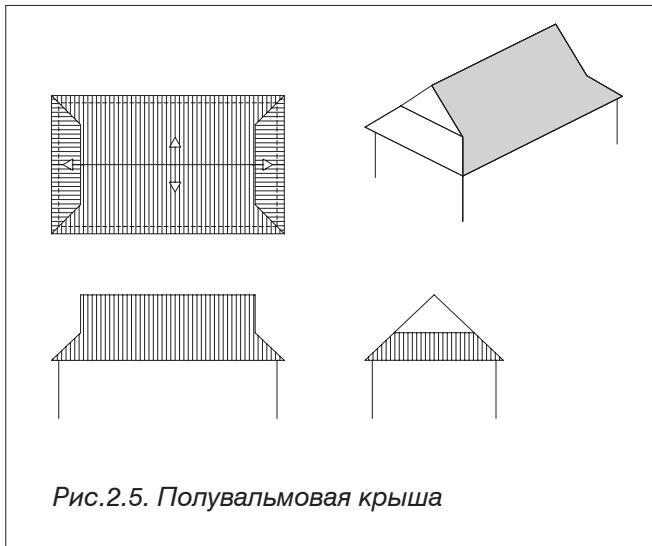
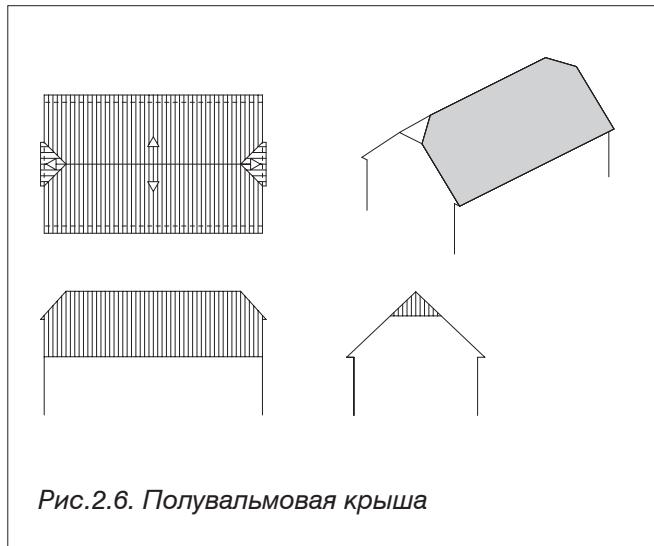

Рис.2.5. Полувалмовая крыша
Рис.2.6. Полувалмовая крыша
- **Полувальмовая крыша** (рис.2.5. и рис.2.6.) имеет срезанные боковые скаты (полувальмы) с меньшей длиной по линии уклона, чем основные скаты.